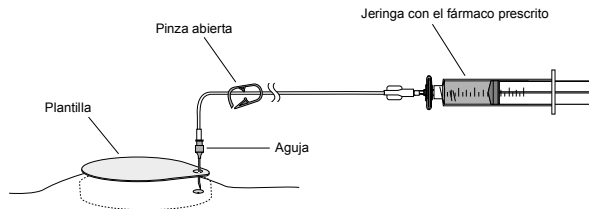

Figura 12. Abra la pinza e inyecte en el portal de acceso al catéter.
4. Abra la pinza e inyecte directamente con un ritmo de infusión de 5 mL por minuto como máximo (Figura 12).